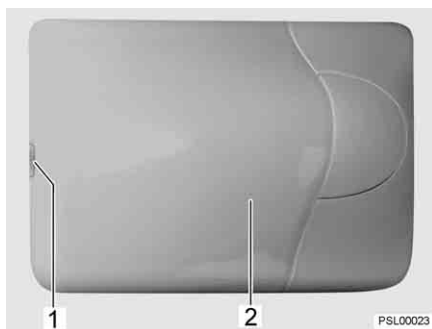

Bild 194 Raumleuchte
- Abdeckung (Bild 194,2) vorsichtig mit einem geeigneten Werkzeug (z. B. Schraubendreher) an der Einkerbung (Bild 194,1) aushebeln und abnehmen.